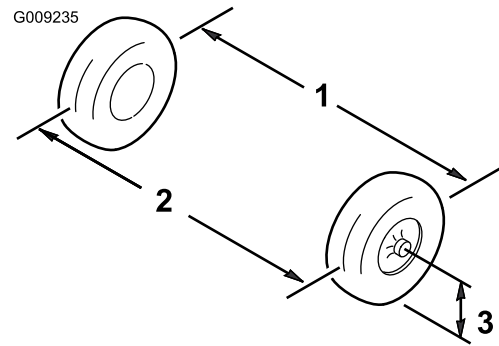

Figura 46
3. Mida la distancia entre los neumáticos delanteros a la altura del eje, en la parte delantera y trasera de las ruedas (Figura 46).